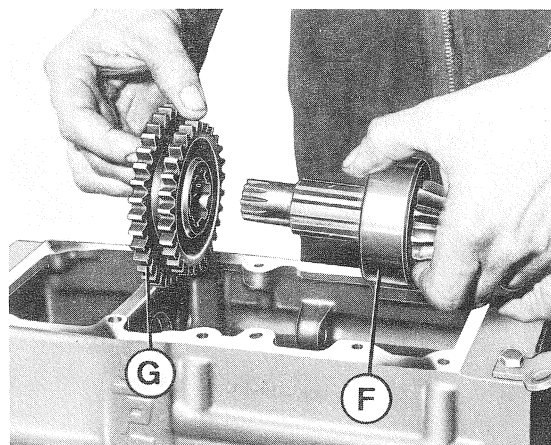

Fig. 19
- 10) Sfilare ed estrarre il pignone **F** (fig. 19) con relativo cuscinetto e boccia. Estrarre l'ingranaggio di riduzione **G** (fig. 19).
- All'operazione **n. 10** curare che il pignone conico **F** (fig. 19) giri liberamente sulla propria boccola.